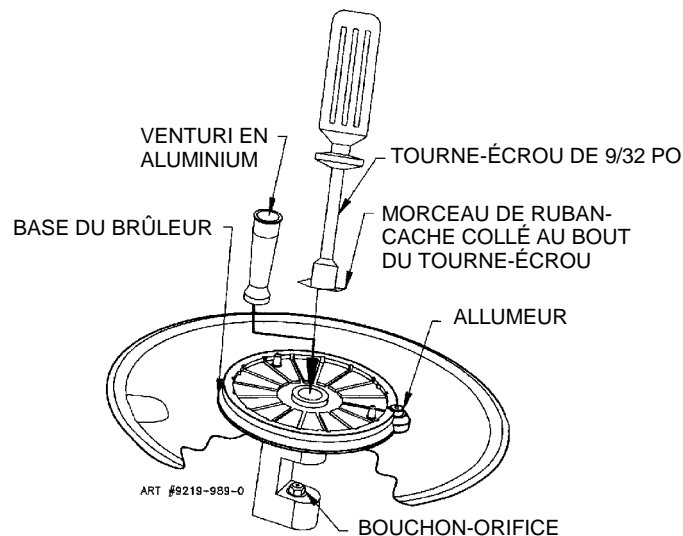

Figure 5 : Dépose d'un bouchon-orifice
4. Appuyer fermement le tourne-écrou sur le bouchon-orifice (figure 5) et desserrer celui-ci en le tournant dans le sens contraire à celui des aiguilles d'une montre. Retirer doucement le tourne-écrou du brûleur. Le bouchon-orifice doit normalement être pris dans le creux du tourne-écrou. Répéter avec chaque brûleur.